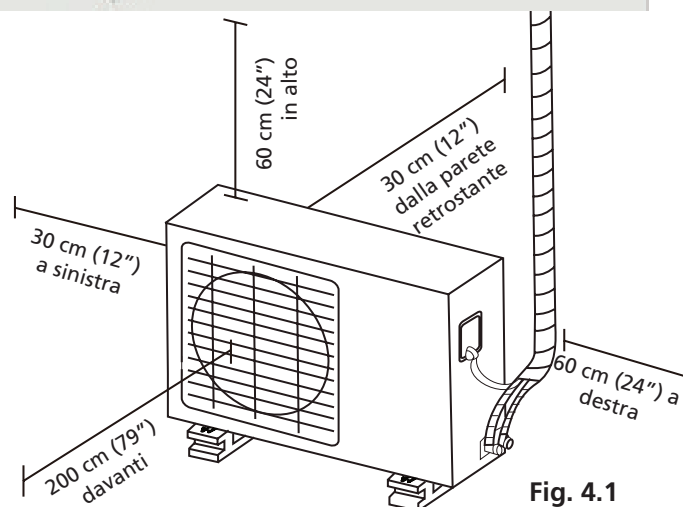

Fig. 4.1
- ✓ Lo spazio disponibile per l'installazione deve soddisfare i requisiti indicati (**Fig. 4.1**)